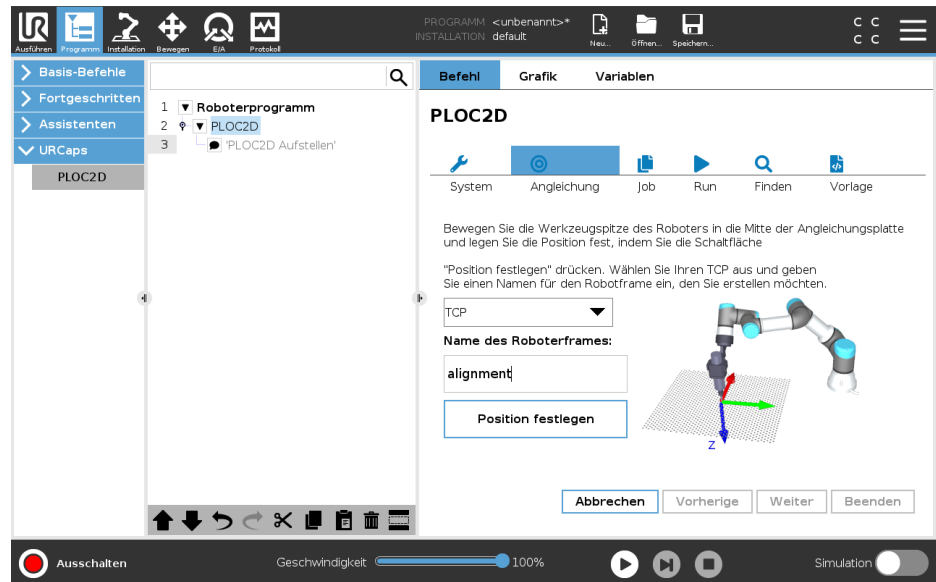

Abbildung 7: Mittenposition zum Angleichen auf der Benutzeroberfläche des UR-Roboters festlegen
2. Wählen Sie in der Dropdownliste **TCP** das Werkzeug aus, das Sie zum Angleichen verwenden siehe Abbildung 7, Seite 12.